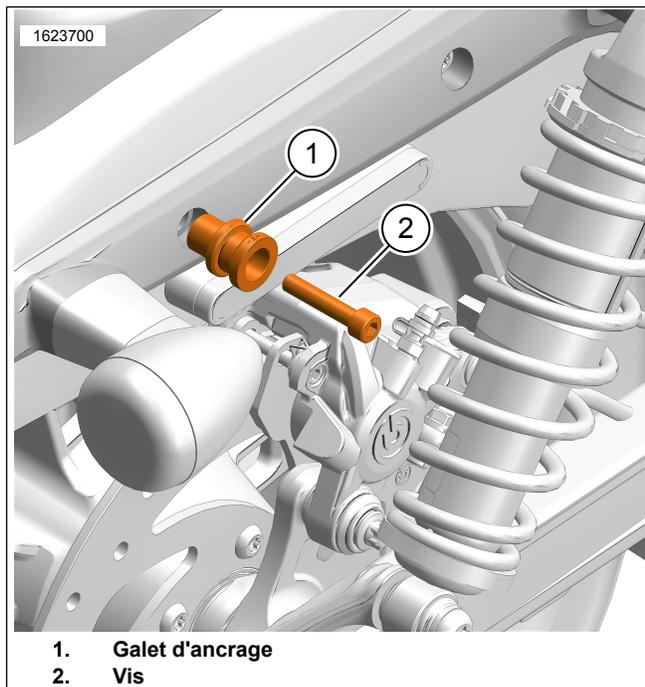
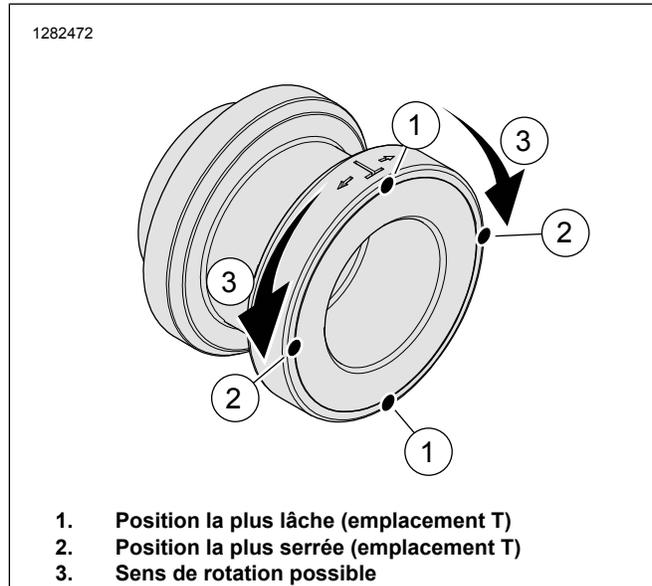

Figure 3. Installation de la visserie d'ancrage
Figure 4. Méplats de galet d'ancrage
1. Figure 3 Appliquer de la résine bloquante sur la vis (2) .
2. Figure 4 Pour ajuster, tournez (3) par petits incréments pour que le « T » (1) ne soit plus sur le dessus et qu'il se rapproche de l'une ou l'autre de ces positions (2).
4. Continuer la rotation par petits incréments et faire des essais jusqu'à ce que le niveau de serrage souhaité. La position de serrage maximal est atteinte lorsque les « T » atteignent la position (2).
5. Figure 3 Serrer les vis du galet d'ancrage (2).
6. Figure 4 Si les « T » ne sont pas dans la position la plus serrée (2), tourner légèrement les galets d'ancrage, ce qui déplace les « T » vers vous (2) jusqu'à l'obtention d'une fixation serrée à chaque emplacement.
8. Si les « T » du galet d'ancrage sont en position (2) :
- b. Tourner chaque galet d'ancrage jusqu'à ce que le « T » sur le côté opposé arrive à la position la plus lâche (1).